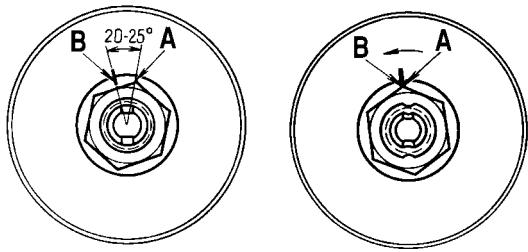

Рис. 4-5. Затягивание и регулировка подшипников ступицы переднего колеса:
- на шайбе сделайте метку В (рис. 4-5), затем отпустите на 20–25° гайку до совпадения первой кромки А с меткой;